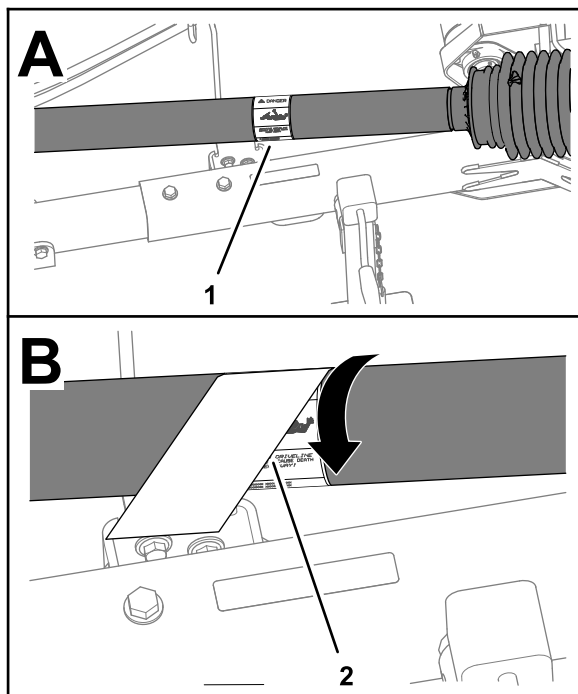

Рисунок 3
1. Поверните кожух вала механизма отбора мощности, чтобы получить доступ к имеющейся наклейке с предупреждением об опасности затягивания (Рисунок 3).
4. Установите наклейку с предупреждением об опасности затягивания (стандарт СЕ) поверх существующей наклейки, предупреждающей об опасности затягивания (Рисунок 3).